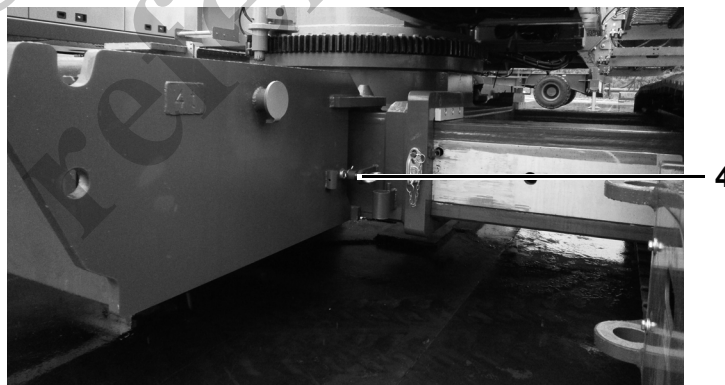

Fig. 112 Pernos de bloqueo en el lastre de tren de rodaje
- 5 Introduzca los pernos de bloqueo (4, Fig. 112) izquierdo y derecho. Fije los pernos utilizando los resortes de retención.